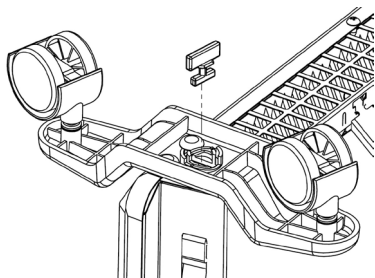

Рис.4. Напольная установка
2. Приложите планку опорной ножки к месту крепления на конвекторе так, чтобы выпуклая часть планки прилежала плотно к корпусу конвектора, винтовое отверстие должно совпасть (**Рис.4**).